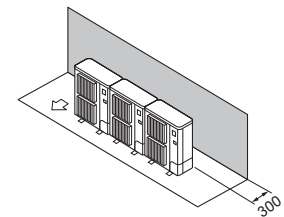

Fig. 2-9
- ① Hindernisse nur auf der Rückseite (Fig. 2-9)